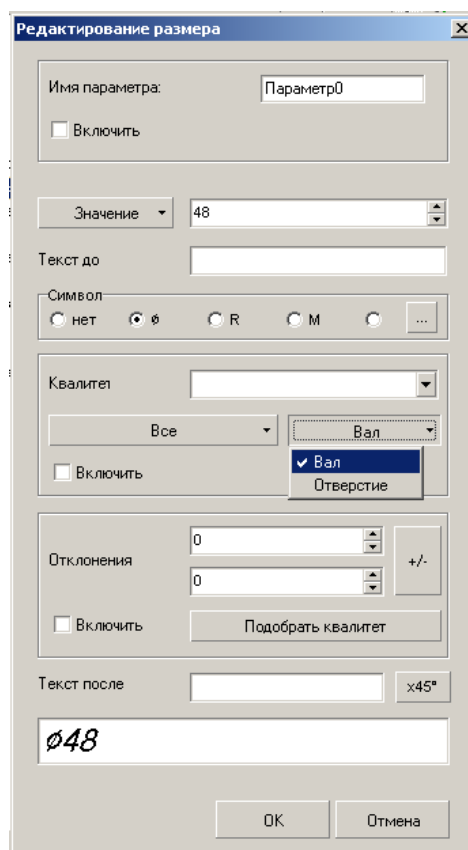

Рис.2
6. В открывшемся окне (рис. 2) **Редактирование размера** установите курсор в ячейку **Значение** и введите 48.